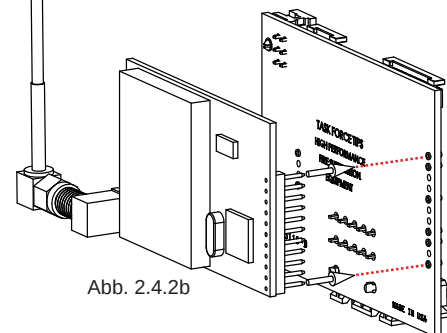

Abb. 2.4.2b
- 3) Die Funkleiterplatte auf die Kommunikationskarte aufstecken. (Abb. 2.4.2b). Die Stifte sorgfältig ausrichten!